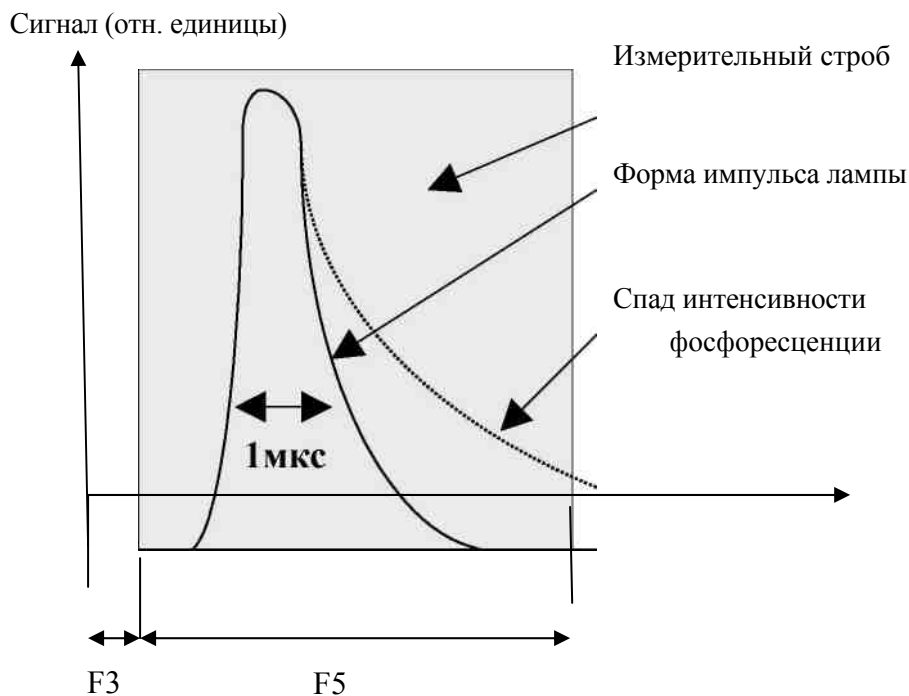

Рис. 1.3 Временная диаграмма измерений люминесценции
Отфильтрованный монохроматором регистрации световой поток регистрируется фотоприёмником (9) - фотоэлектронным умножителем (ФЭУ). С ФЭУ на вход электронного измерительного блока поступает электрический импульс, типичная временная диаграмма которого представлена на рис.1.3.